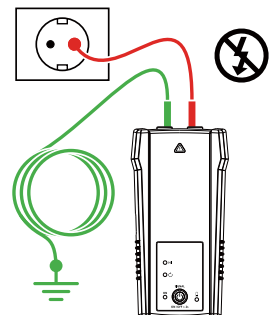

Figura 3.1c: Conexión adecuada con conexión a tierra independiente
ATENCIÓN: Por razones de seguridad en los circuitos energizados, la conexión a tierra independiente deberá estar siempre conectada a una tierra de protección (PE) de conexión correcta perteneciente a una instalación eléctrica (consulte la figura 3.1c).